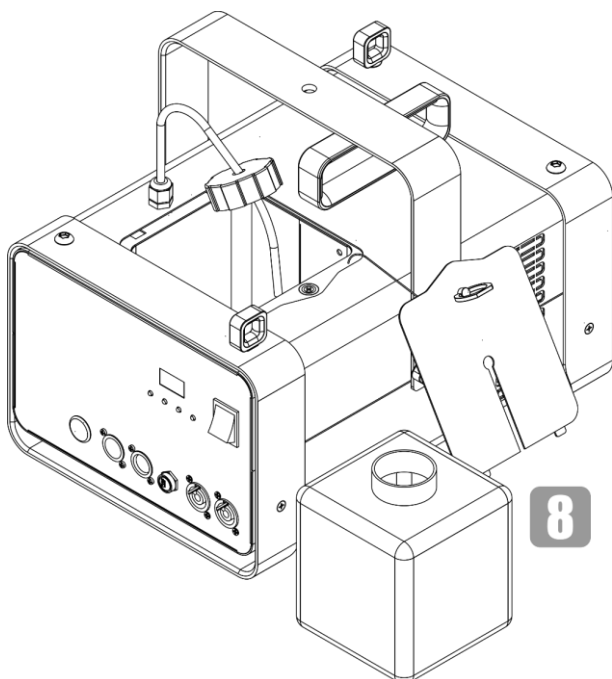

Abb. 27
- 08) Stellen Sie den Flüssigkeitsbehälter auf eine gerade Oberfläche in der Nähe des Geräts (Abb. 27).